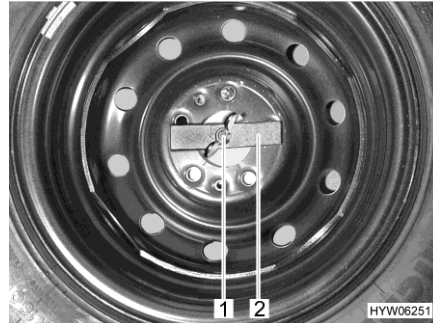

Bild 181 Ersatzrad im Heckstauraum
- Flügelmutter (Bild 181,1) von Hand lösen und abschrauben.
- Druckstück (Bild 181,2) abnehmen.